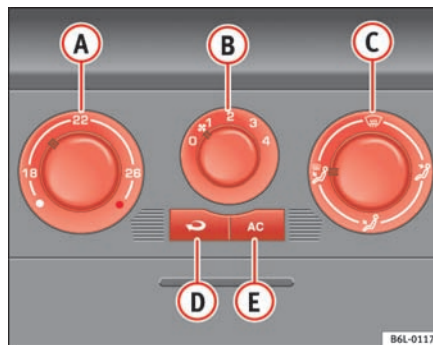

Fig. 89 Instrumentpanel med betjeningslementer til aircondition
- Du kan indstille temperatur, luftfordeling og blæsertrin ved hjælp af kontakterne ⇒ fig. 89 **A**, **C** og **B**.